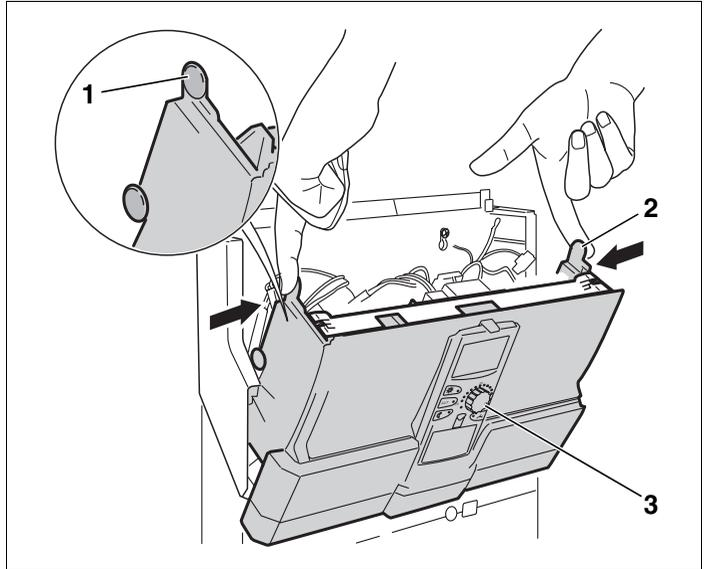

Fig. 3 Basculer la partie frontale de l'appareil vers l'avant
- Appuyer les ergots supérieurs (fig. 3, **pos. 1 et 2**) des deux côtés vers l'intérieur.
- Basculer la partie frontale de l'appareil avec l'unité MEC 2 (fig. 3, **pos. 3**) vers l'avant.